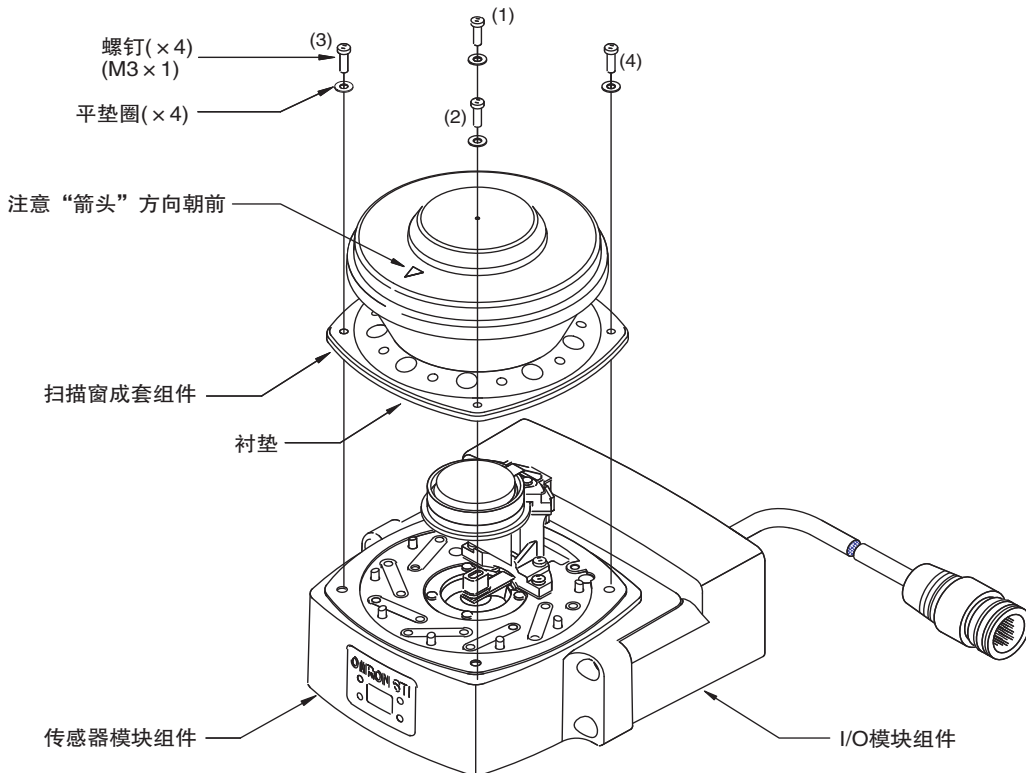

图7-6 更换扫描窗
7. 均匀用力按下扫描窗的顶部，同时将4个螺钉连同平垫圈依次拧入 ( 图 7-6)。建议将螺钉紧固至 $0.56\text{N}\cdot\text{m}$ ($5.0\text{in}\cdot\text{lb}$)。